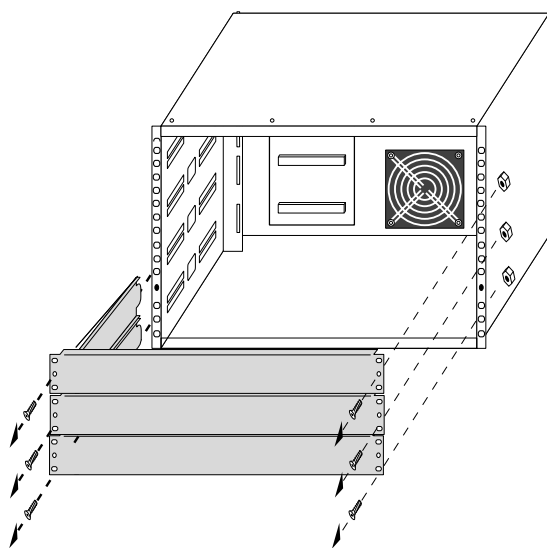

図 1.9 C36C4 (19 インチラック取付け用ラック) のすべてのフェースプレートの取りはずし
- 1) フェースプレートをすべて取りはずします (図 1.9 を参照)。